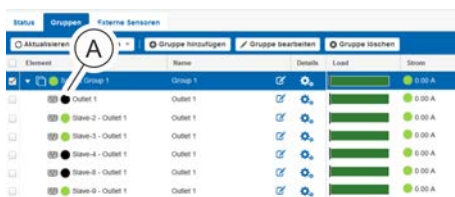

Abb. 149: Menü "Status" – Registerkarte "Gruppe"
- Der softwareseitige Schaltzustand einzelner Steckdosen wird in schwarzer Farbe angezeigt (Abb. 149/Ⓐ).
5. Im Fenster "Schalten" im Auswahlménú „Ein/Aus“ den Parameter „Ein“ auswählen (Abb. 151/Ⓐ) und über die Schaltfläche „Speichern“ (Abb. 149/Ⓑ) den Vorgang abschließen.